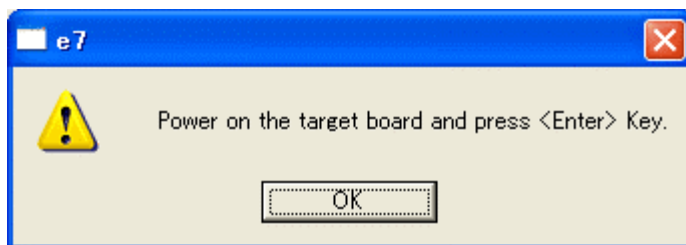

図 3.22 パワーオン要求メッセージのダイアログボックス
- (8) 図3.22に示すダイアログボックスが表示されます。